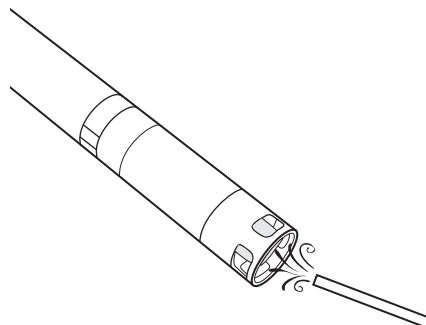

Figura 73 Manutenzione ammonio e nitrato
1. Pulire accuratamente il sensore di ammonio o nitrato utilizzando un getto d'acqua fine di acqua deionizzata o risciacquare in alcol seguito da una immersione nella soluzione di calibrazione a standard elevato (Figura 73).